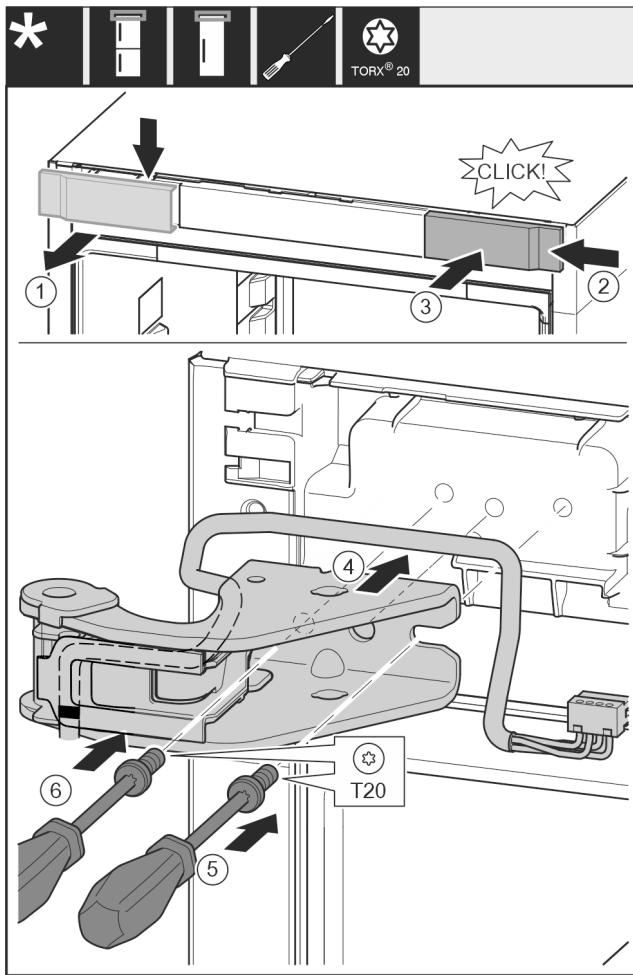

Fig. 32
- ▶ 从上方朝前取下盖板。Fig. 32 (1)
- ▶ 将盖板旋转 180° 至另一侧从右边挂上。Fig. 32 (2)
- ▶ 卡入盖板。Fig. 32 (3)
- ▶ 装上方的托架。Fig. 32 (4)
- ▶ 用 T20 螺丝刀放上并旋紧螺钉。Fig. 32 (5)
- ▶ 用 T20 螺丝刀安装并旋紧螺钉。Fig. 32 (6)